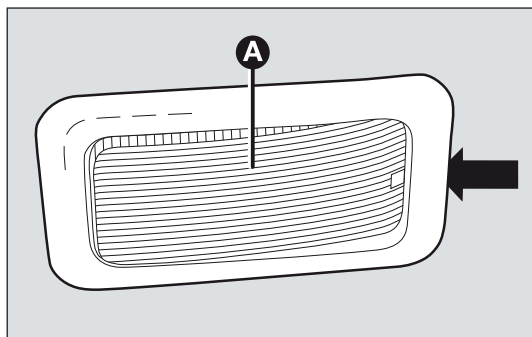

fig. 160
- ☐ con el destornillador suministrado, extraiga la lámpara interior A-fig. 160 accionando en el punto indicado por la flecha;